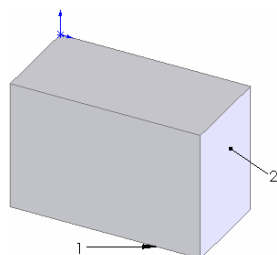

图 6-7 拉伸的图形
③ 拉伸实体。选择菜单栏中的“插入”→“凸台/基体”→“拉伸”命令,将上一步绘制的草图拉伸为“深度”均为 30 的实体,结果如图 6-7 所示。
⑤ 设置属性管理器。用鼠标选择图 6-7 中的面 1。